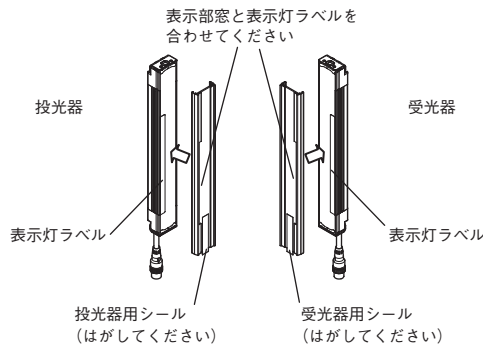

図3
- ① スパッタ保護カバーをセンサに取り付けます。(図3)
- ② 投光器用 / 受光器用シールをはがしてください。
1. Attach the spatter protection cover to the sensor. (Figure 3)
< Figure 3 >